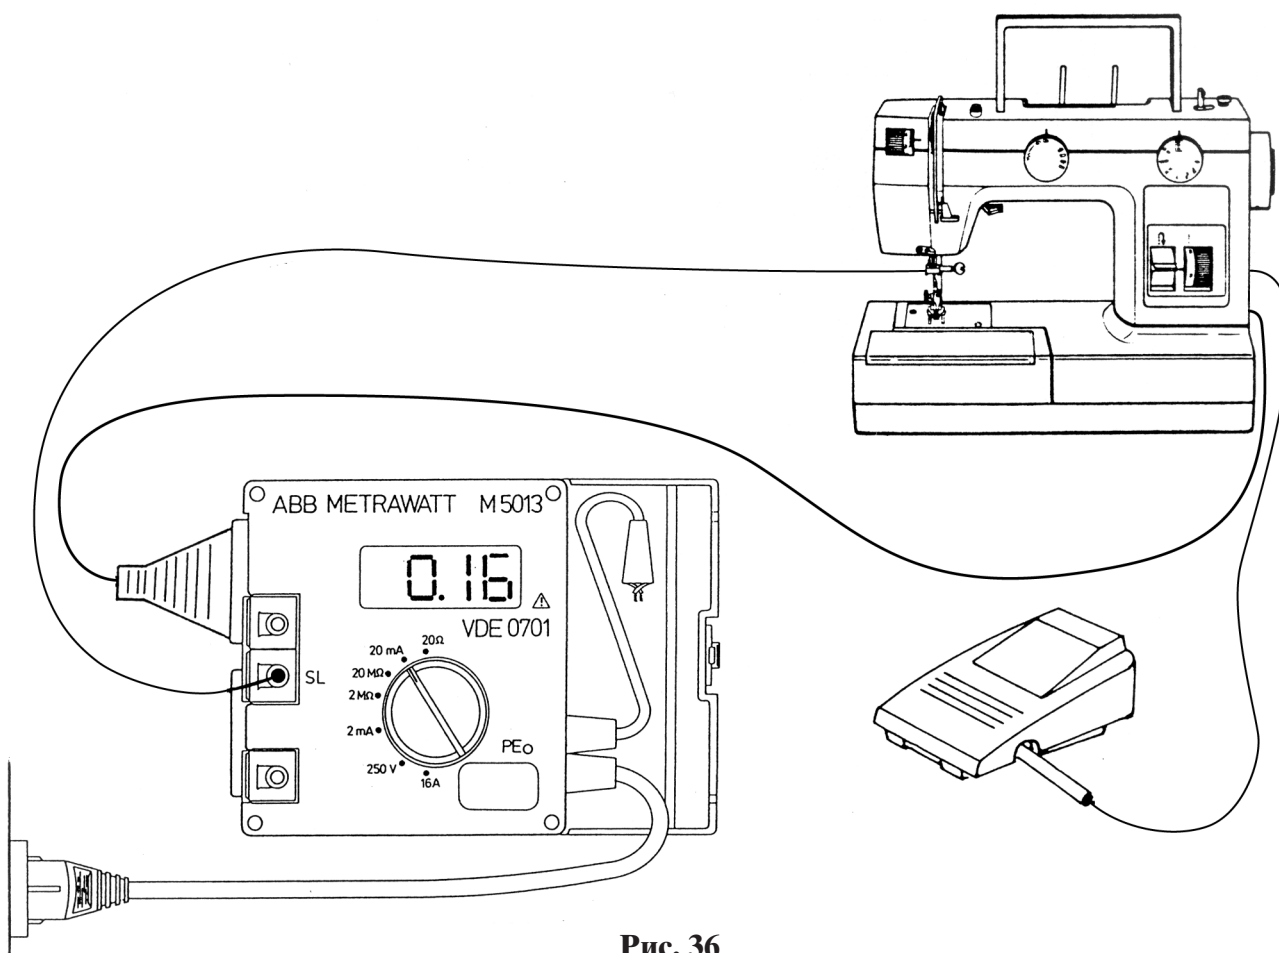

Рис. 36
- Переключатель измерительного диапазона установить на **“20 mA”** (рис. 36).